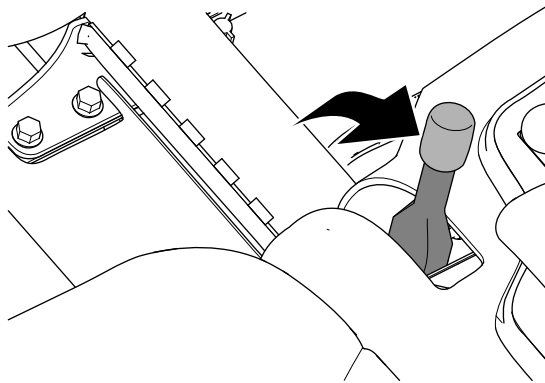

Figura 32
2. Ponga el freno de estacionamiento (Figura 32).